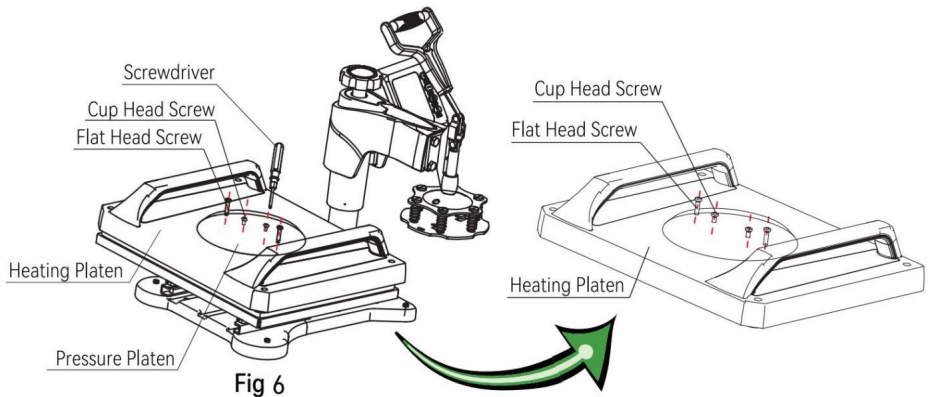

Fig 6
6. Legen Sie die Druckplatte flach auf die Heizplatte und richten Sie sie an der Öffnung aus. Nehmen Sie 4 Dickkopfschrauben und ziehen Sie diese mit einem Schraubendreher fest. Nehmen Sie zwei Linsenkopfschrauben und befestigen Sie sie im Loch in der Mitte der Druckplatte. Befestigen Sie die Linsenkopfschrauben zu diesem Zeitpunkt noch nicht: Behalten Sie 5–7 mm für den nächsten Installationsschritt (siehe Abbildung 6).